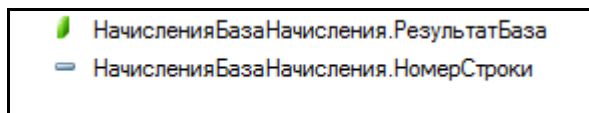

Рисунок 8.21 Поля виртуальной таблиц НачисленияБазаНачислений
12. Вызвать конструктор запроса. На закладке Таблицы и поля выбрать виртуальную таблицу Начисления.БазаНачислений, из таблицы выбрать поля (рис.8.21)